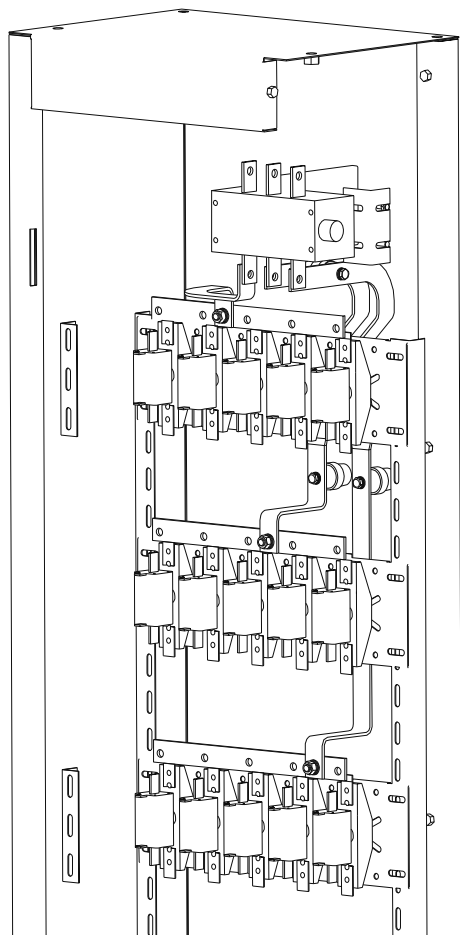

Рисунок 3
2.7 Установить предохранители на панели (рисунок 3). Крепёж в комплект поставки не входит.
2.8 Установить фазные шины на контакты предохранителей (рисунок 3). Крепёж входит в комплект поставки предохранителей.
2.9 Установить на вертикальные уголки панели с предохранителями, совмещая отверстия в вертикальных и горизонтальных шинах (рисунок 3). Крепёж входит в комплект поставки шкафа.
2.10 Выполнить присоединение вертикальных шин к горизонтальным шин к горизонтальным, используя болты М10×25 с плоскими и пружинными шайбами и гайками из комплекта шин (рисунок 3).